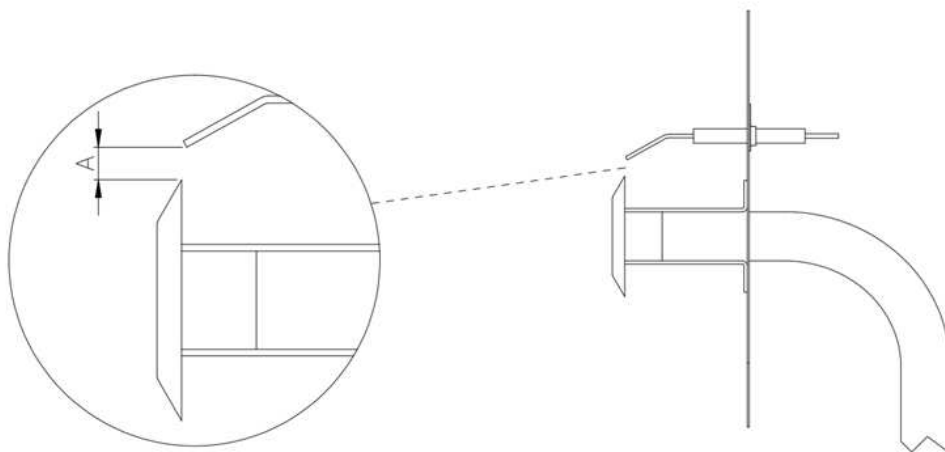

Fig. 8
4.5.2. Contrôlez la position de l'électrode de démarrage (voir Fig. 8).
A=5-7mm    Figure.8